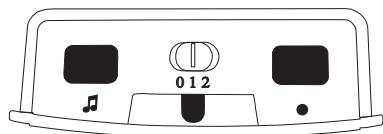

Figure 2 : Face supérieure
À l'aide de l'interrupteur coulissant de sélection du signal (fig. 2 « 0 1 2 »), vous pouvez choisir le type de signalisation. Veuillez noter que les symboles sont toujours éclairés par des diodes électroluminescentes de couleur.
- Appuyez longuement sur la touche »●« (fig. 2). Les symboles s'allument les uns après les autres. Relâchez la touche dès que le symbole souhaité s'allume.